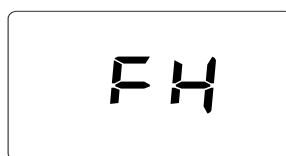

Abb. 6- Entlüftung bei eingeschaltetem Gebläse
- Auf dem Display wird für 20 Sekunden die Anzeige **FH** eingeblendet, die auf den laufenden Entlüftungszyklus der Heizanlage bei eingeschaltetem Gebläse hinweist (abb. 6).